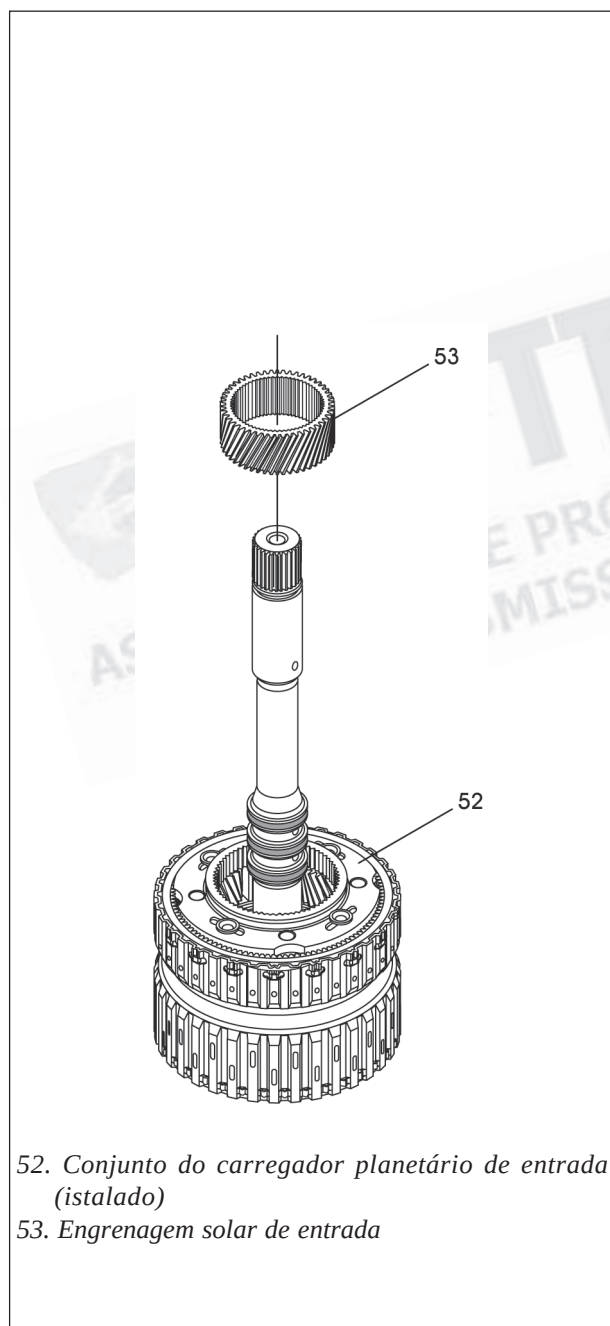

Figura 162
19. Instale a engrenagem solar de entrada, conforme mostra a figura 162, com movimento giratório até que ela assente completamente.